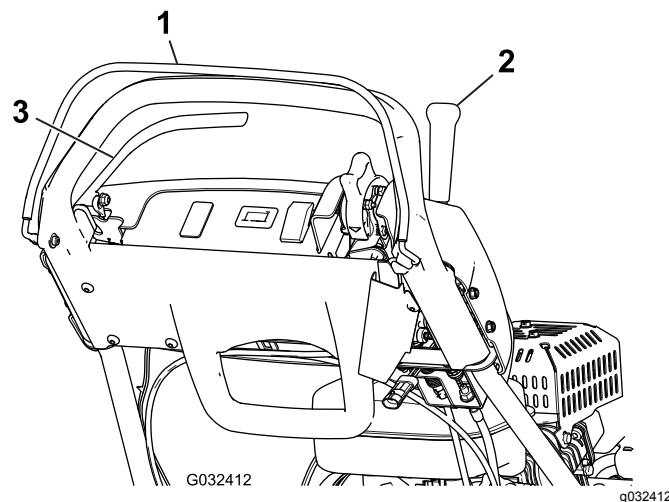

Figura 29
3. Tentate di innestare la leva della trazione con l'OPC rilasciato (Figura 29). La leva della trazione **non deve** innestarsi. Se la leva della trazione si innesta, il sistema di sicurezza deve essere revisionato. Rettificate il problema prima di utilizzare la macchina; fate riferimento a Manutenzione del microinterruttore di sicurezza della trazione \(pagina 34\).
4. Tenete premuto l'OPC e la leva della trazione innestata per rilasciare l'OPC stesso (Figura 29). La leva della trazione **deve** disinnestarsi. Se la leva della trazione non si disinnesta, il sistema di sicurezza deve essere revisionato. Rettificate il problema prima di utilizzare il tosaerba; vedere Manutenzione del microinterruttore di sicurezza della trazione \(pagina 34\).
5. Con l'OPC premuto e la leva del cambio spostata a sinistra, innestate il comando della trazione e l'azionamento del cilindro, quindi rilasciate l'OPC (Figura 29). La leva della trazione **deve** disinnestarsi. Se la leva della trazione non si disinnesta, il sistema di sicurezza deve essere revisionato. Rettificate il problema prima di utilizzare la macchina; fate riferimento a Manutenzione del microinterruttore di sicurezza della trazione \(pagina 34\) o a Regolazione del comando del cilindro \(pagina 38\).
6. Tenete premuto l'OPC e la leva del cambio spostata a sinistra per innestare il comando della trazione e del cilindro, spostate la leva del cambio a destra per disinnestare il comando del cilindro (Figura 29). La trasmissione del cilindro **deve** disinnestarsi. Se la trasmissione del cilindro non si disinnesta, il sistema di sicurezza deve essere revisionato. Rettificate il problema prima di utilizzare la macchina; fate riferimento a Regolazione del comando del cilindro \(pagina 38\).
2. Tenendo premuto l'OPC, la leva della trazione innestata e i comandi del motore in posizione di avviamento (Figura 29), cercate di avviare il motore. Il motore **non dovrebbe** avviarsi. Se dovesse avviarsi, occorre fare revisionare il microinterruttore di sicurezza. Rettificate il problema prima di utilizzare la macchina; fate riferimento a Manutenzione del microinterruttore di sicurezza della trazione \(pagina 34\).
2. Tenendo la leva della trazione disinnestata, il freno di servizio inserito e i comandi del motore in posizione di avviamento (Figura 29), tentate di avviare il motore. Il motore **si deve** avviare. Se non dovesse avviarsi, occorre fare revisionare il microinterruttore di sicurezza. Rettificate il problema prima di utilizzare la macchina; fate riferimento a Manutenzione del microinterruttore di sicurezza del freno \(pagina 35\).
3. Con il motore acceso, innestate il freno di servizio (non il fermo del freno di stazionamento), premete l'OPC e inserite la leva della trazione (Figura 29). Il motore dovrà funzionare senza essere compromesso dal freno, ma senza spegnersi. Se dovesse spegnersi immediatamente, occorre fare revisionare il microinterruttore di sicurezza. Rettificate il problema prima di utilizzare la macchina; fate riferimento a Manutenzione del microinterruttore di sicurezza del freno \(pagina 35\).
4. Con il motore acceso, innestate il fermo del freno di stazionamento, premete l'OPC e inserite la leva della trazione (Figura 29). Il motore **dovrebbe** spegnersi. Se il motore non si spegne, occorre far revisionare il microinterruttore di sicurezza. Rettificate il problema prima di utilizzare la macchina; fate riferimento a Manutenzione del microinterruttore di sicurezza del freno \(pagina 35\).